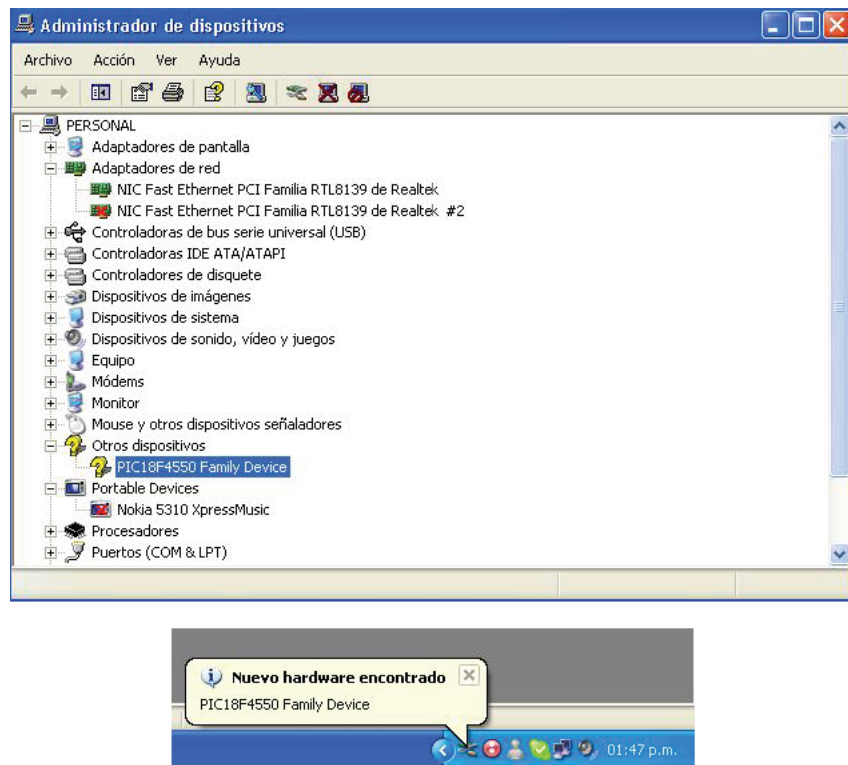

Figura E.6: Reconocimiento del hardware en el sistema operativo.
- Después de instalado el driver, cada vez que se conecte el circuito, este será reconocido automáticamente por el sistema operativo y aparecerá dentro del hardware listado en Panel de Control → Sistema → Hardware, tal como se muestra en la Figura E.6.